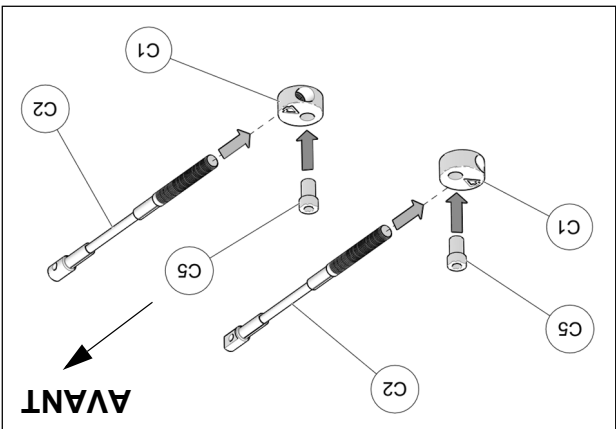

Fig. 22
11. Assembler les câbles des limiteurs de conduite (C2), les disques en aluminium (C1) et les bagues espacers (C5) tel que montré à la Fig. 22